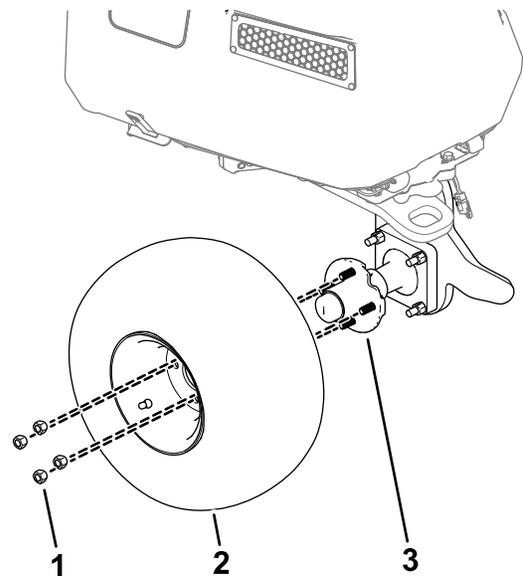

Bild 1
1. Lösen und entfernen Sie die vier Radmutter, mit denen das Rad an der Radnabe befestigt ist (Bild 1).
2. Nehmen Sie das Rad von der Maschine ab (Bild 1).